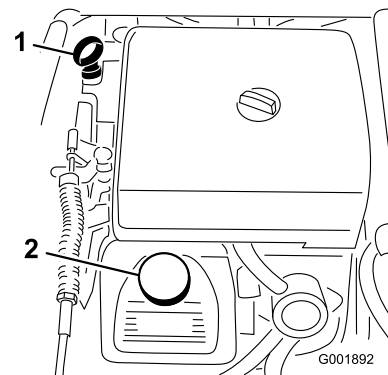

Figura 48
2. Togliete l'asta di livello ed asciugatela con un panno pulito (Figura 48). Inserite l'asta nel tubo e verificate che sia inserita a fondo. Rimuovete l'asta e controllate il livello dell'olio.
3. Se il livello dell'olio è basso, togliete il tappo di rifornimento dal coperchio della valvola (Figura 48) e versate dell'olio fino a portarne il livello al segno di pieno (Full) sull'asta. Versate l'olio lentamente, controllando spesso il livello durante questa operazione. Non riempite troppo.
- Versate lentamente circa l'80% della quantità indicata d'olio nel bocchettone di rifornimento (Figura 48).